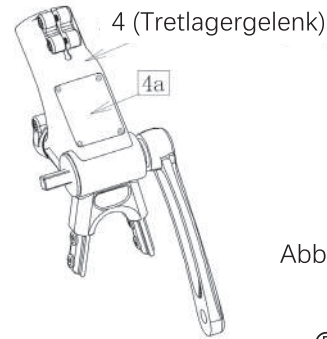

Abb. 7
- a. Entfernen Sie die 4 Schrauben mit einem 3mm-Inbusschlüssel und nehmen Sie die Abdeckung (4a) von Teil 4 ab, wie in Abb. 7 gezeigt. Hinweis: Verlieren Sie die 4 Schrauben und die Abdeckung (4a) nicht.